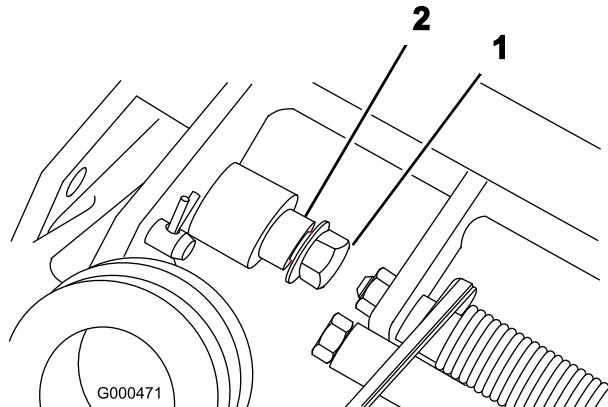

図4
- 機体左右のボルトとピボット・ピンからフランジ・ロックナットを外す(図4)。